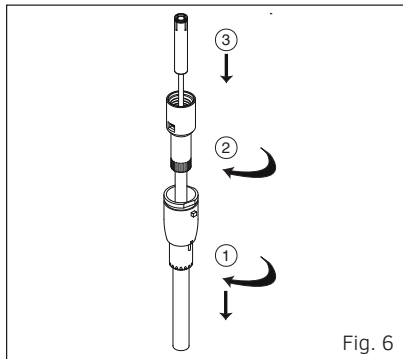

Fig. 6
4.3 Zerlegen der Volumeneinheit und Auswechseln des O-Rings, Modelle – 1000 µl (Fig. 6)